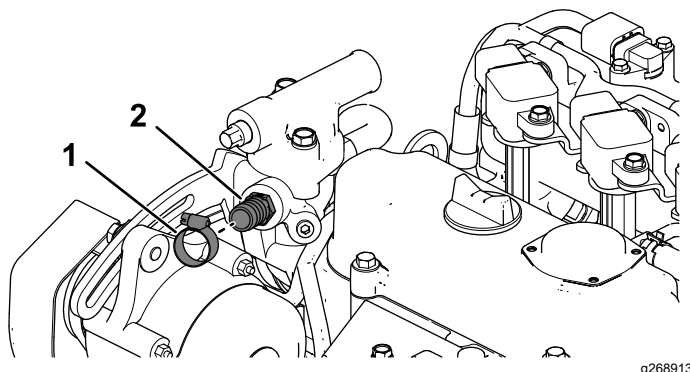

Bild 13
- B. Montieren Sie das gerade Anschlussstück (5/8") mit einer Schlauchschelle (Bild 13).